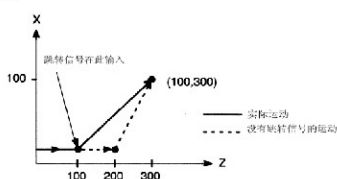

图 3-15
3. G31 的下一个程序段是 2 个轴的绝对坐标编程, 见图 3-15